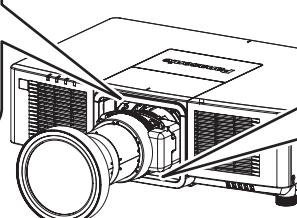

Fig. 2
- Per l'obiettivo zoom (Modello n.: ET-EMU100), usare il cacciavite esagonale a punta sferica fornito in dotazione con l'obiettivo zoom (Modello n. ET-EMU100) per rimuovere le viti (4 posizioni) attorno all'obiettivo stesso. (Fig. 2)